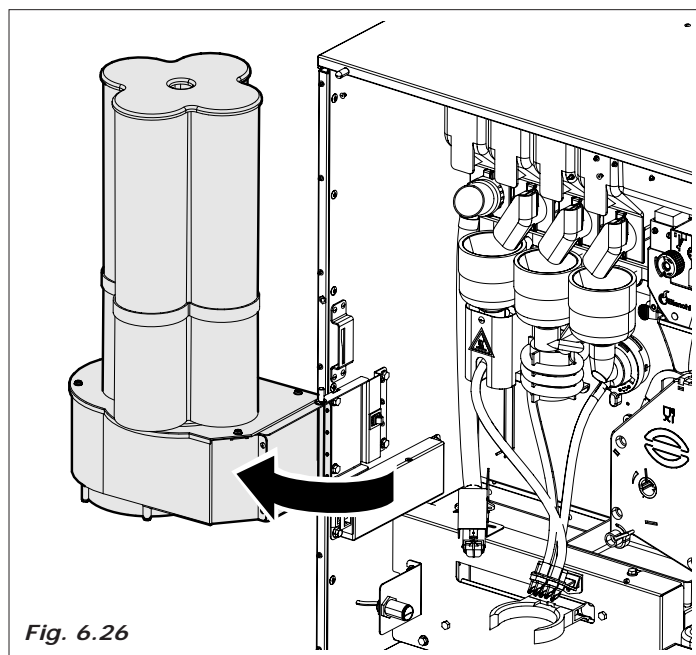

Fig. 6.26
- Soltar e girar para o externo o grupo coluna de copos (Fig. 6.26) até tornar possível a retirada da tampa da coluna.